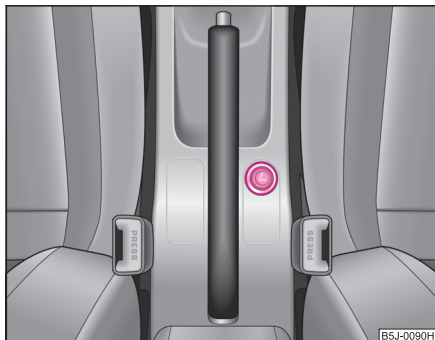

Abb. 78 Mittelkonsole:
- Drücken Sie den Anzünderknopf des Zigarettenanzünders hinein → Abb. 78.